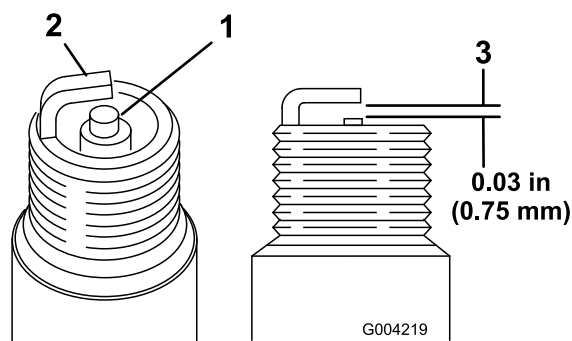

Figure 51
1. Examinez le centre des bougies (Figure 51). Si le bec isolant est recouvert d'un léger dépôt gris ou brun, le moteur fonctionne correctement. S'il est couvert d'un dépôt noir, c'est généralement signe que le filtre à air est encrassé.
2. Contrôlez l'écartement entre l'électrode centrale et l'électrode latérale (Figure 51).
3. Courbez l'électrode latérale (Figure 51) si l'écartement est incorrect.